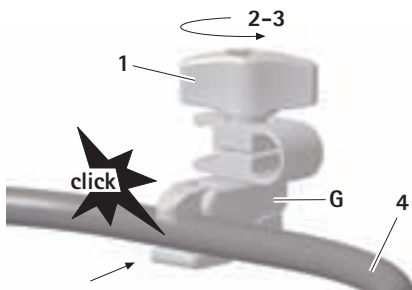

Рис. 6
- Установить фиксационную скобу **G** в желаемое положение на раме **4** (BV814R/BV815R), см. Рис. 6.